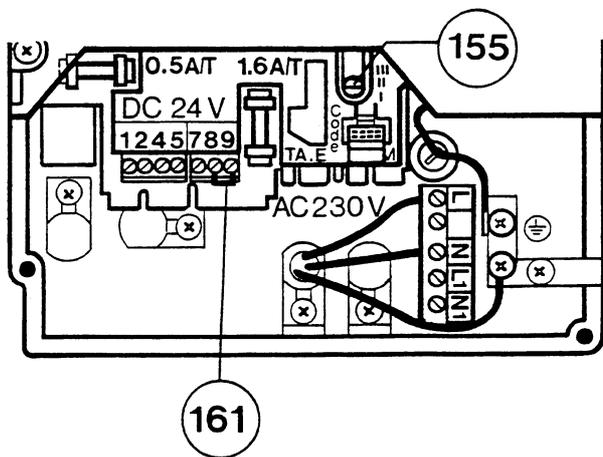

Figura 13
- Allacciare il cavo di collegamento ai morsetti L, N e (figura 13).
Gli apparecchi vengono forniti con la posizione dell'interruttore II (Figura 13). Il commutatore 155, figura 13, consente di selezionare la modalità di funzionamento pompa.